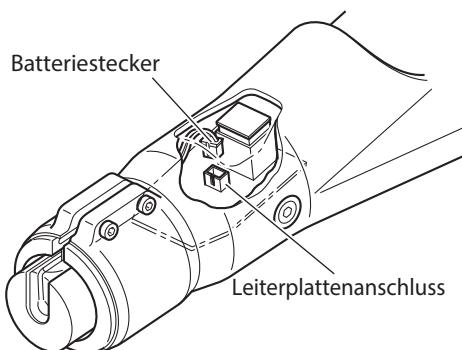

Abb. 21: Den Batteriestecker abziehen
- 1 Ziehen Sie den Batteriestecker von der Leiterplatte ab (Abb. 21).
- 9** Stecken Sie den Batteriestecker in den Leiterplattenanschluss (Abb. 21).